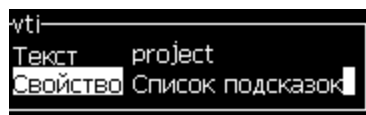

Рисунок 5-28: Атрибут - Подсказка списка
- 4 Нажмите клавишу *Enter*, чтобы открыть диалоговое окно для счетчиков (см. рис. 5-28).
- 5 Установите параметры для всех полей в диалоговом окне *Counter Configuration* («Конфигурация счетчика») (см. рис. 5-28).